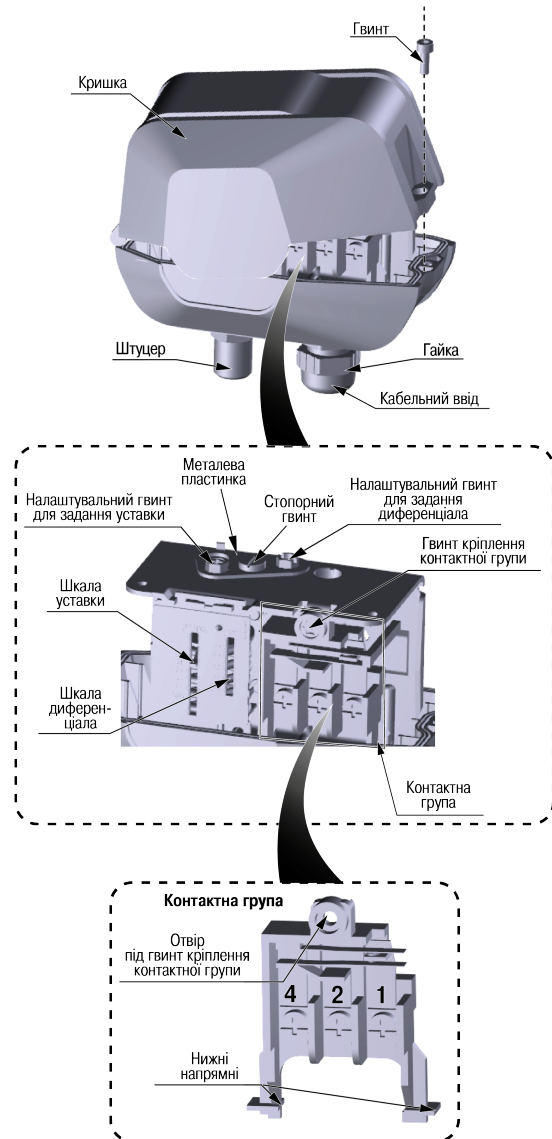

Рисунок 4.2 – Будова пристрою
- підключити кабель до контактної групи (контакти реле див. на *рисунок 4.2*);